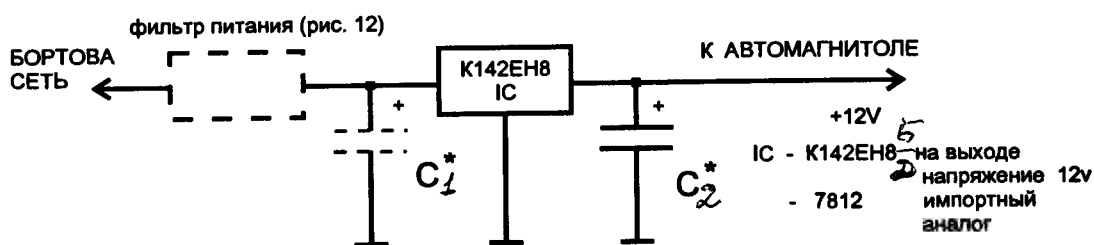

Рис. 13
- в самом тяжелом случае следует установить стабилизатор напряжения питания (рис. 13);